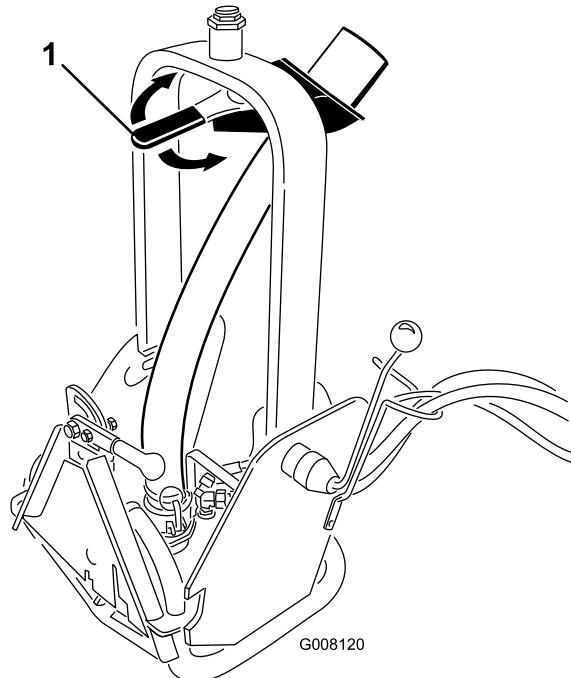

Рисунок 7
- Чтобы отрегулировать направление потока, поверните рукоятку сопла (Рисунок 7) в требуемое положение.
Примечание: Сопротивление на рукоятке сопла (Рисунок 7) можно увеличить или уменьшить, отрегулировав момент затяжки большой гайки в верхней части поворотной колонны.